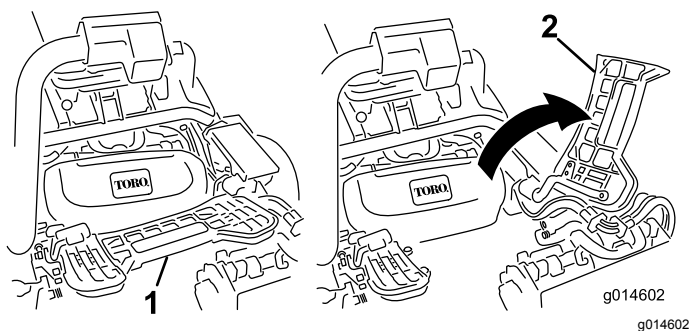

図 41
1. フットレストを跳ね上げて開き、中央カッティングユニット取り付け位置へのアクセスを確保する 図 41。